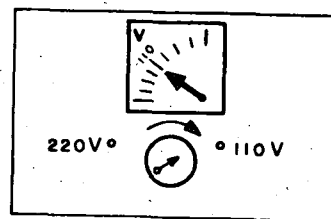

Fig. 2
- 2 - Ligue a chave blindada do painel e revise a tensão da rede. Para isso use o próprio voltímetro do painel, girando a chave seletora para o lado indicando 110V (fig. 2) e faça a leitura. Ele deverá marcar 110V, com uma tolerância de $\pm 5V$.